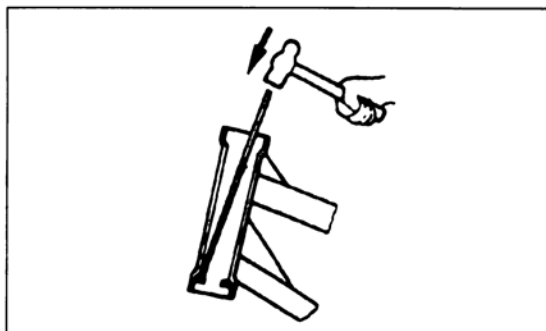

Bild 170
- Unteren Laufing mit Hammer und Meißel vom Sitz treiben (Bild 170). Dabei wird darunterliegende Staubdichtung zerstört.